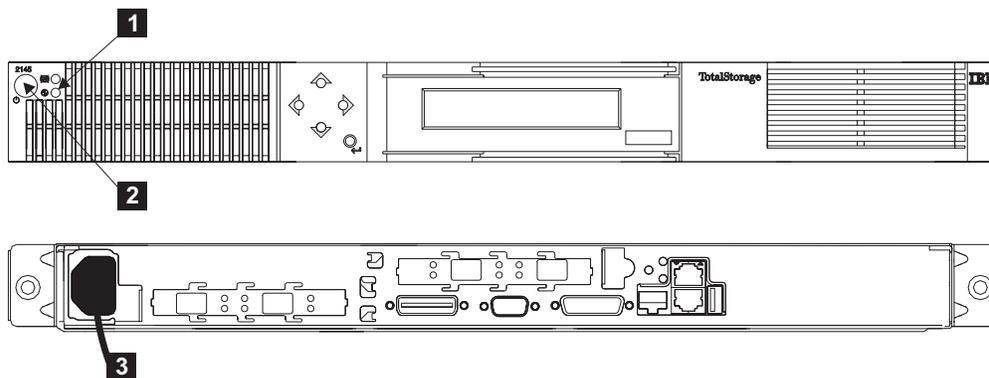

図 82. SAN ボリューム・コントローラーからの電源ケーブルの取り外し
1. SAN ボリューム・コントローラーの電源ライト **1** を調べます。ライトが点灯している場合は、ステップ 2 に進みます。ライトがオフまたは明滅のいずれかの場合は、電源は SAN ボリューム・コントローラーから除去されています。ステップ 4 (187 ページ) に進みます。図 82 を参照してください。